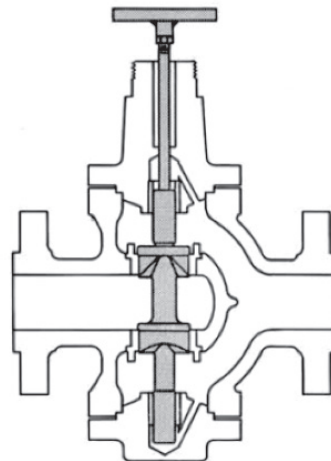

Figura 5
- H. Inserire due o tre anelli baderna (17) nella cassastoppa per aiutare a guidare lo stelo e l'otturatore durante l'operazione di lappatura.
- I. Avvitare un'asta trapanata e filettata con maniglia a T sullo stelo dell'otturatore e fissare con un controdado. (Vedere la Figura 5).